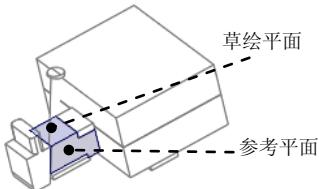
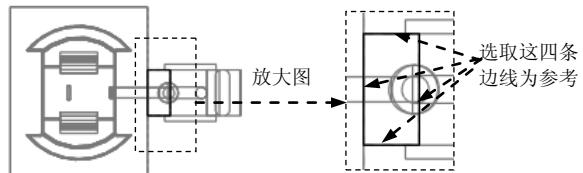
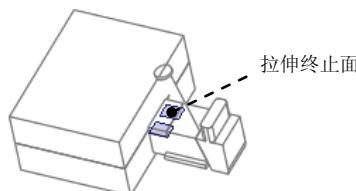

图 27.60 定义草绘平面
图 27.61 截面草图
图 27.62 选取拉伸终止面
Step5. 创建实体拉伸特征。单击 **模具** 功能选项卡 **形状** ▾ 区域中的 **拉伸** 按钮，此时系统弹出“拉伸”操控板；在出现的操控板中确认 **按钮被按下**；右击，从系统弹出的菜单中选择 **定义内部草绘...** 命令；选取图 27.60 所示的平面为草绘平面，然后选取图 27.60 所示的表面为参考平面，方向为 **上**。单击 **草绘** 按钮，进入草绘环境；进入截面草绘环境后，选取图 27.61 所示的四条边线为草绘参考，然后绘制图 27.61 所示的截面草图；完成特征截面的绘制后，单击“草绘”操控板中的“确定”按钮 ；在操控板中选取深度类型 (到选定的)。将模型调整视图方位，选取图 27.62 所示的滑块表面为拉伸终止面；在“拉伸”操控板中单击 按钮，完成特征的创建。